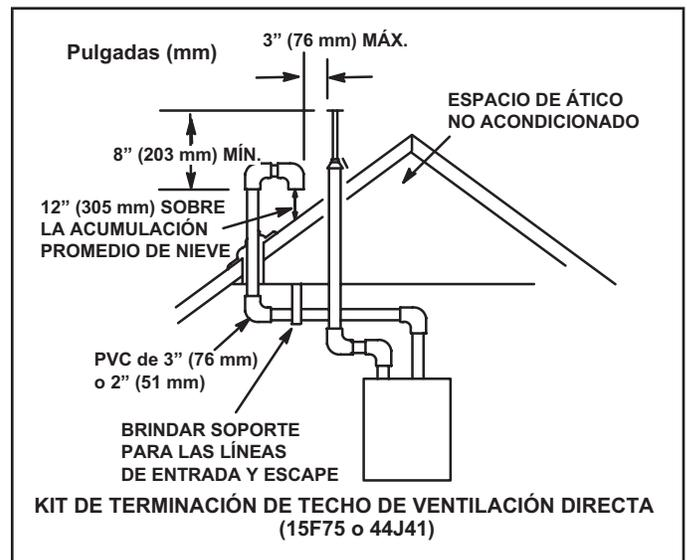

FIGURA 36
Las tuberías de entrada y de escape se pueden tender ya sea horizontalmente a través de una pared exterior o verticalmente a través del techo. En instalaciones en un ático o clóset, se prefiere la terminación vertical a través del techo. La FIGURA 36 a la FIGURA 44 muestran terminaciones típicas.
- 3 - En las terminaciones de techo, la tubería de entrada debe terminar recta hacia abajo usando dos codos de 90° (ver la FIGURA 36).